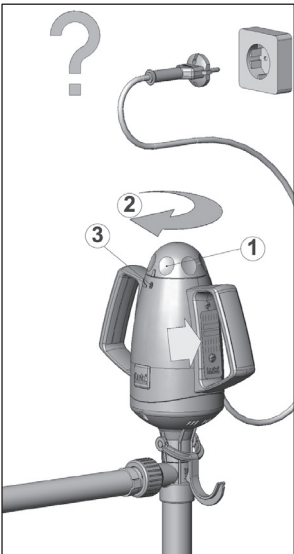

Fig. 4
De pomp wordt met de draaiknop (zie fig.4, – pos.1) met de wijzers van de klok mee ingeschakeld. Gelijktijdig wordt met het draaien (zie fig.4, – pos.2) het toerental van de pomp verhoogd. Om uit te schakelen moet de draaiknop tegen de klok in tot de aanslag worden teruggedraaid.